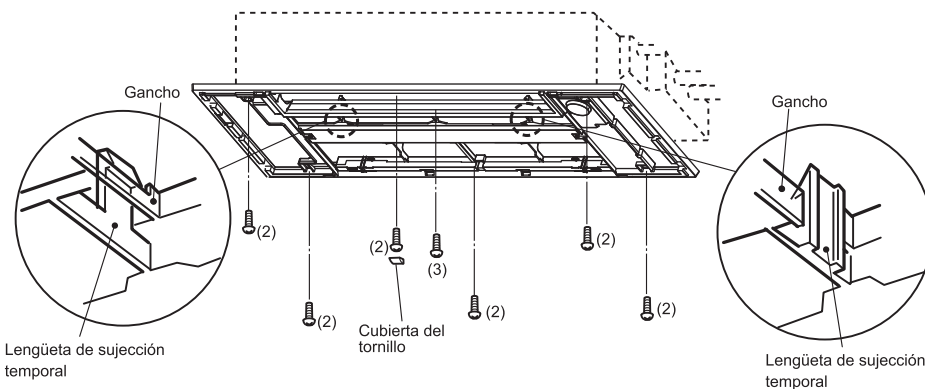

Fig. 5
5. Enganche las lengüetas de sujeción provisional de la rejilla a los ganchos de la unidad interior. (Fig. 5)
6. Ajuste la rejilla de forma que quede paralela con la unión del techo. Coloque los 4 tornillos de fijación (2) sin apretarlos cerca de las esquinas. (Fig. 5)
7. Apriete los tornillos de fijación (2) y el tornillo de fijación (3) en el centro de la rejilla. (Fig. 5)